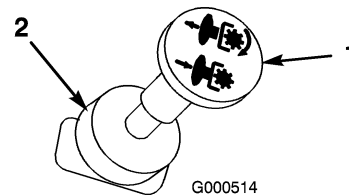

Bild 8
3. Schieben Sie den Zapfwellenantriebshebel (ZWA) auf Aus (Bild 8).
2. Stellen Sie den Zapfwellenantrieb (ZWA) auf „Aus“ (Bild 8).